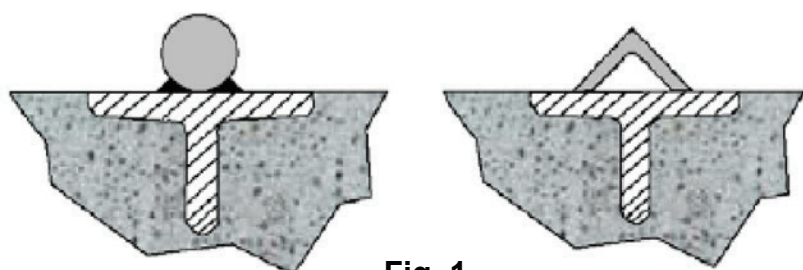
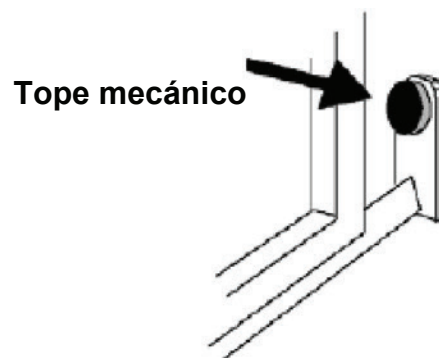

Fig. 1
Fig. 2
- Antes de proceder al montaje del automatismo controlar el buen funcionamiento de la cancela. Asimismo es conveniente verificar que la guía de desplazamiento a tierra (**Fig. 1**) no presente malformaciones, que se encuentre perfectamente nivelada y que el tope mecánico en apertura esté presente (**Fig. 2**), para evitar que la cancela salga de las guías superiores (**Fig. 3**).